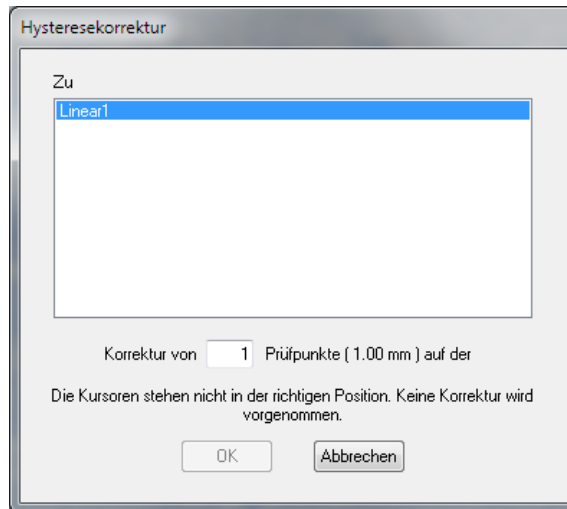

Abbildung 7-83 Dialogfeld Hysteresekorrektur
4. Wählen Sie in der Menüleiste **Verarbeitung** > **Hysteresekorrektur ausführen** aus, um das Dialogfeld **Hysteresekorrektur** einzublenden (siehe Abbildung 7-83 auf Seite 451).